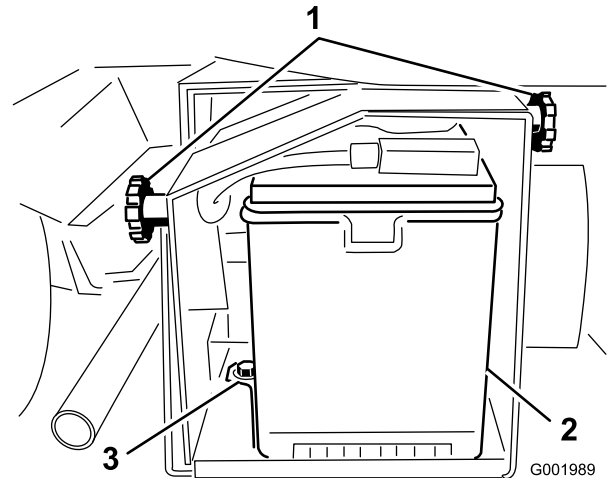

Bild 53
2. Lösen Sie die Handräder an beiden Seiten des Batteriekastens und nehmen Sie die Batterieabdeckung ab (Bild 53).
5. Nehmen Sie die Batteriehalterungen und -befestigungen ab (Bild 53).
2. Setzen Sie die Batteriehalterung auf und befestigen Sie sie mit den drei vorher entfernten Befestigungen (Bild 53).
4. Setzen Sie die Batterieabdeckung auf und befestigen Sie sie mit den zwei Handrädern (Bild 53).
1. Lösen Sie die Handräder an beiden Seiten des Batteriekastens und nehmen Sie die Batterieabdeckung ab (Bild 53).